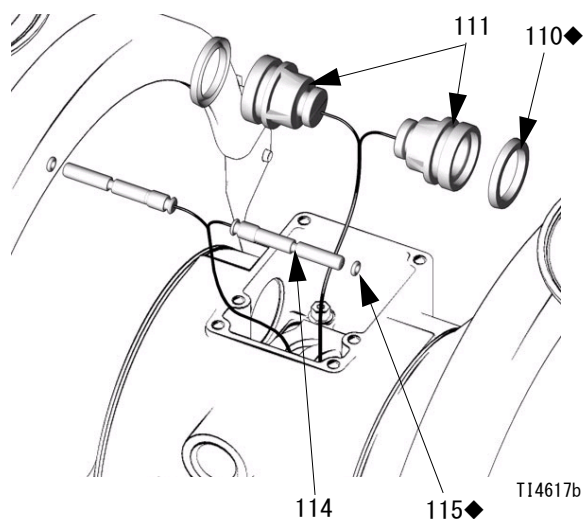

図 8
4. 2本のアクチュエータピストン (111) を引き抜きます。ピストンからUカップのパッキン (110) を外します。パイロットピン (114) を引き抜きます。パイロットピンから0リング (115) を外します。図8を参照のこと。